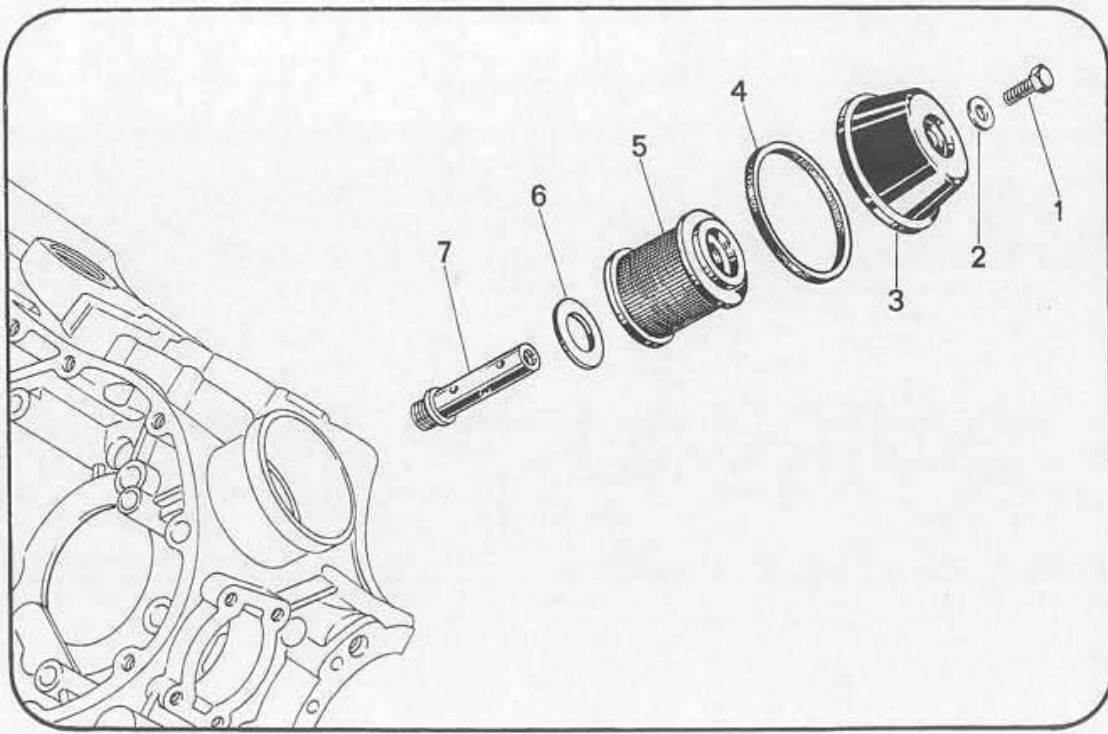

Fig. 11
Trattasi di un filtro a carta che si trova inserito in derivazione nel circuito di lubrificazione e provvede a filtrare l'intera massa del lubrificante contenuto nel carter del motore (vedi fig. 11).
This is a paper element inserted in the lubrication circuit which filters the full fuel flow contained in the engine crankcase (see fig. 11).
**CARTUCCIA FILTRO** (vedi fig. 11)
**FILTER CARTRIDGE** (see fig. 11)